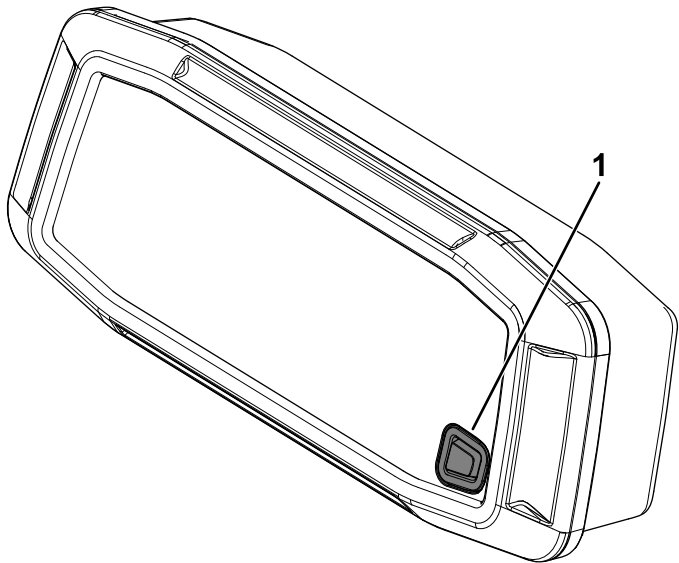

Figura 66
3. Con il motore in funzione e togliendo il piede dal pedale del freno, premete e tenete premuto il pulsante del display per 10 secondi (Figura 66).